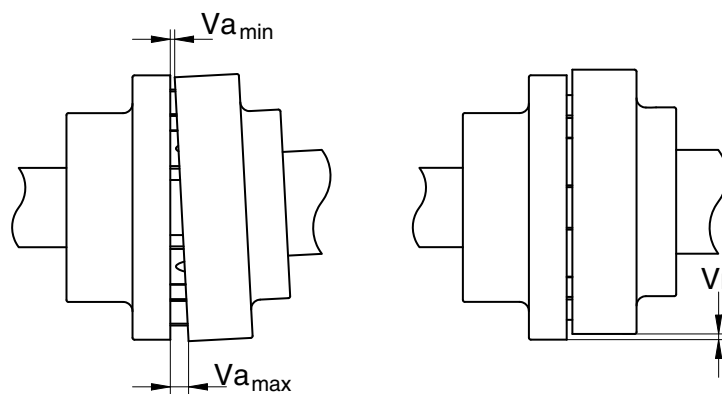

Figura 4: Tolleranze di allineamento giunto di accoppiamento standard.
- 3 L'allineamento è corretto se i valori misurati rientrano nei limiti di tolleranza; vedere la figura 4 e la tabella corrispondente.
Le tolleranze massime consentite relative all'allineamento delle due parti del giunto d'accoppiamento sono indicate nella Tabella 2. Vedere anche la figura 4.